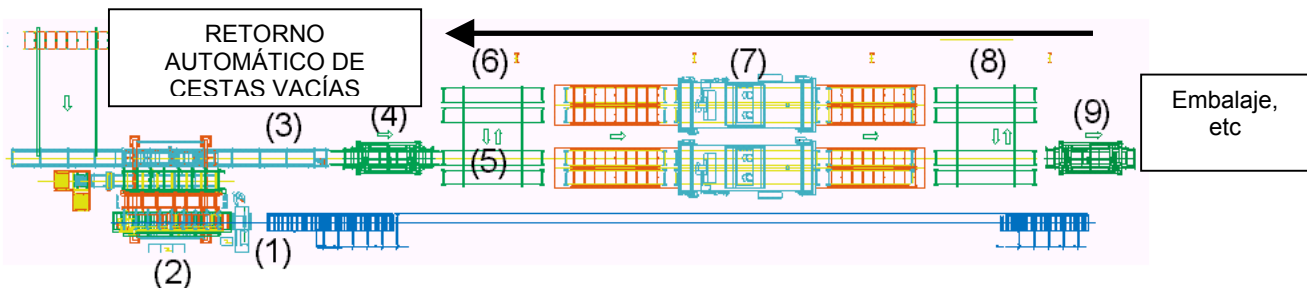

Fig. 3: Sistema moderno de manipulación de cestas en una planta de extrusión:
TECALEX ha desarrollado un sistema de manipulación de cestas (Ver fig.3) el cual **trabaja automáticamente (sin operario) y mueve las cestas de forma segura, por tanto no pueden ocurrir accidentes o daños en el perfil:**
El corazón del sistema es el apilador de cestas (Ver fig.3-pos.4), encestando automáticamente 3 cestas una encima de otra. Una plataforma lateral (pos.6) distribuye las cestas en el horno. Después de la maduración, otra plataforma (pos.8) mueve las cestas hacia el desapilador (pos.9) donde serán desapiladas.